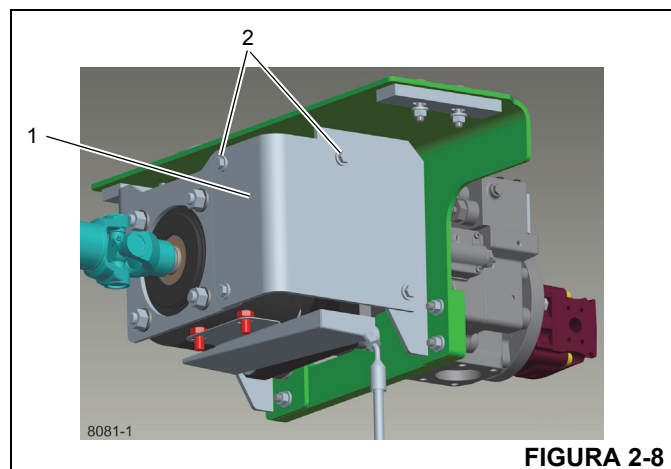

FIGURA 2-8
4. Remova a tampa de acesso (1, Figura 2-8) removendo quatro parafusos e arruelas (2) e duas placas com "porca-dupla".
3. Anexe a tampa de acesso (1, Figura 2-8) à placa/embreagem/ montagem de suporte frontal com quatro parafusos e arruelas (2) e duas placas de porca-dupla. Aperte todas as ferragens, consulte o *Elementos de fixação e valores de torque*, página 1-14.